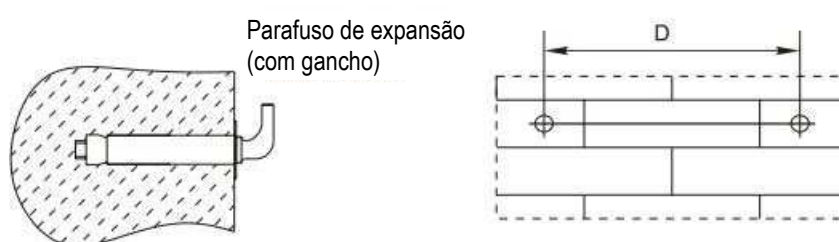

Fig.1
- (1) Este acumulador de água termoelétrico deve ser instalado numa parede sólida. Se a resistência da parede não puder suportar uma carga igual a duas vezes o peso total do acumulador cheio de água, é necessário instalar um suporte especial.
- (2) Depois de selecionar um local adequado, determine as posições dos dois orifícios de instalação utilizados para os parafusos de expansão com gancho. De acordo com o desenho de tamanho D nesta página, utilize um berbequim elétrico de impacto para fazer dois furos com 16 mm de diâmetro e 80 mm de profundidade na parede sólida. Os furos devem estar na mesma linha horizontal. Insira os parafusos, coloque o gancho para cima, aperte as porcas para fixar firmemente e, em seguida, pendure o acumulador de água termoelétrico nele (ver fig. 1).